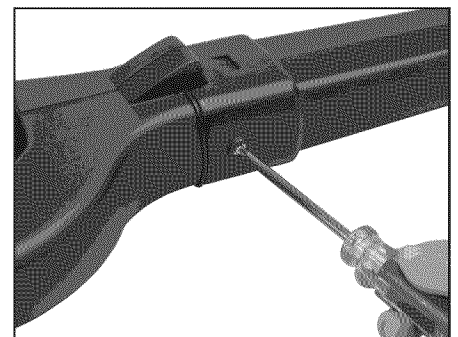

Figura 2 - Sujete con tornillos de montaje.
2. Sujete con los dos tornillos de montaje. (via la Figura 2)